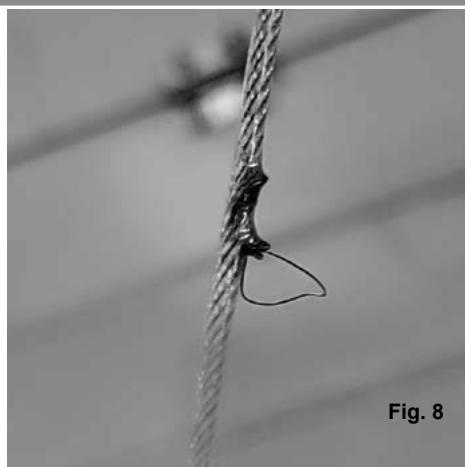

Fig. 8
- ET und Kabel weisen keine Beschädigungen auf (Fig. 8)